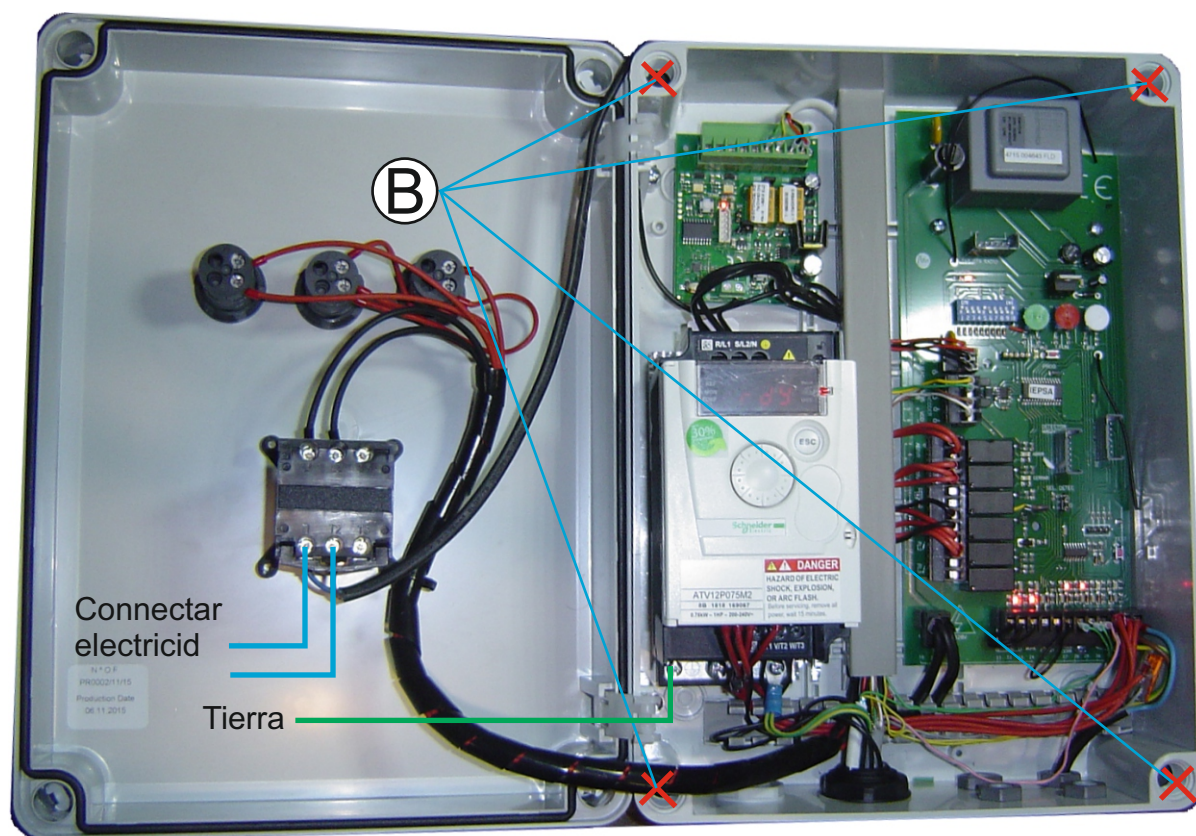
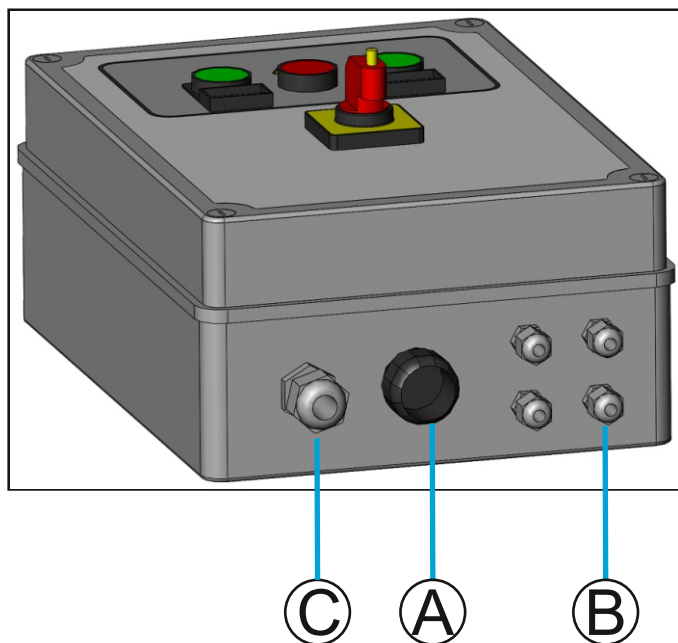

Figura 13: Pontos de fijación del cuadro
Figura 14: Cable de conexión y caja de mando exterior
- (A) CONECTOR DEL CUADRO
- (B) CONECTOR DE LA CAJA DE MANDO EXTERIOR
- (C) FICHA DE ALIMENTACIÓN DEL CUADRO
- (D) CONECTOR DEL MOTOR
- Conectar la ficha de conexión (A) del cuadro (figura 14 y 15) con la toma de la guía.
- Conectar en la alimentación eléctrica 230V/AC, pasar en el punto (C) (figura 14) y ligar no interruptor (ver figura 13).